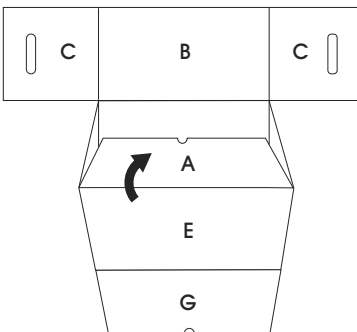

Figure 3
3. Pliez vers l'intérieur le rabat inférieur qui se trouve le plus près de vous (A). (Voir Figure 3)